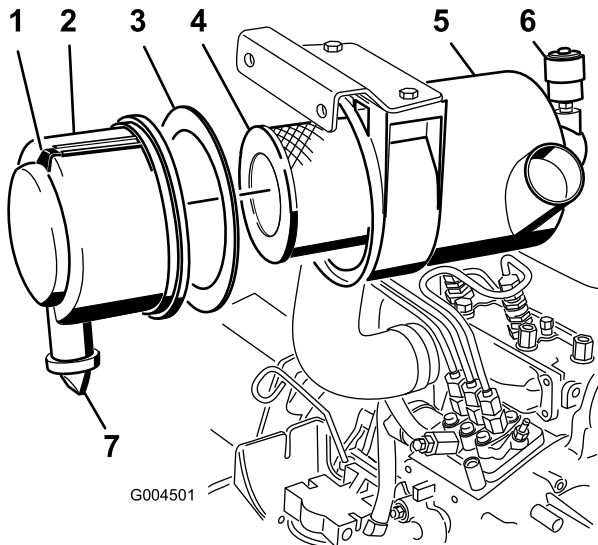

Bild 44
- Warten Sie den Luftfilter, wenn die Luftfilteranzeige rot anzeigt (Bild 44) oder nach jeweils 400 Betriebsstunden (häufiger in sehr staubigen oder schmutzigen Bedingungen). Warten Sie den Luftfilter nicht zu häufig.
1. Ziehen Sie den Riegel nach außen und drehen Sie die Luftfilterabdeckung nach links (Bild 44).
2. Entfernen Sie die Abdeckung vom Luftfiltergehäuse (Bild 44).
4. Entfernen und wechseln Sie den Hauptfilter aus (Bild 44).
6. Stellen Sie sicher, dass die Schaumdichtung in der Abdeckung liegt und nicht gerissen oder beschädigt ist (Bild 44). Ersetzen Sie die Dichtung, wenn sie beschädigt ist.
- A. Nehmen Sie das Gummiauslassventil von der Abdeckung ab (Bild 44).
10. Stellen Sie die Anzeige (Bild 44) zurück, wenn sie auf Rot steht.